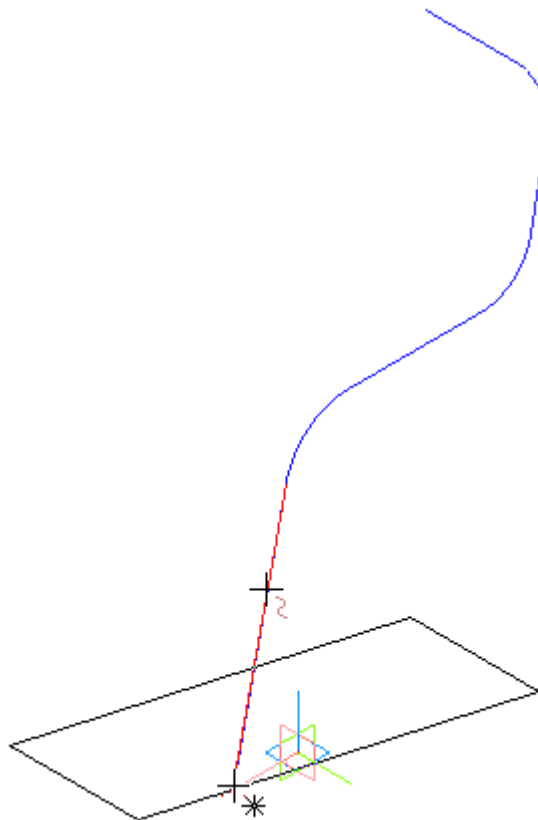

Рисунок 20.
- Укажите первый сегмент ломаной и ее первую вершину — будет построена плоскость (рис. 20).